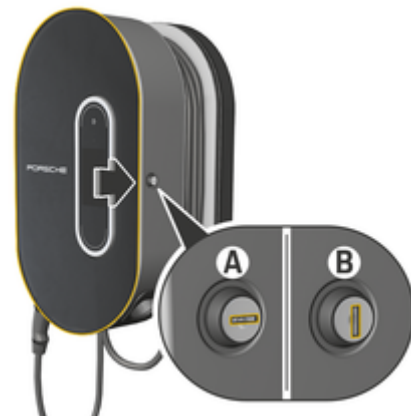

Fig. 18: Estação de carga
- ▶ Rode a fechadura para a posição **A** (Fig. 18).
- ▶ Rode a fechadura para a posição **B** (Fig. 18).